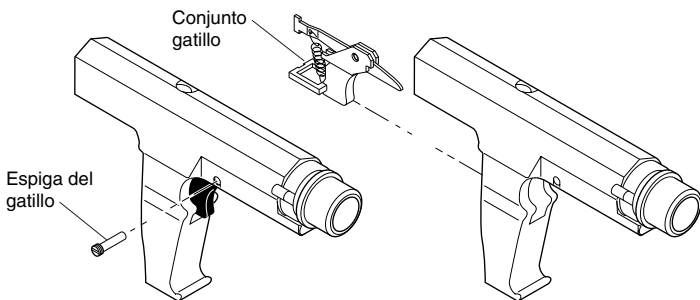

Figura 8 - Retiro de la espiga y del gatillo
1. Retire del cuerpo de la herramienta la espiga del gatillo (vea la Figura 8). **Nota:** El extremo de la espiga de disparo es roscado. Desenrosque la parte roscada de la espiga, luego retire la espiga del cuerpo de la herramienta.
1. Inserte el conjunto gatillo en el cuerpo de la herramienta por su parte posterior (vea la Figura 8, página 48).